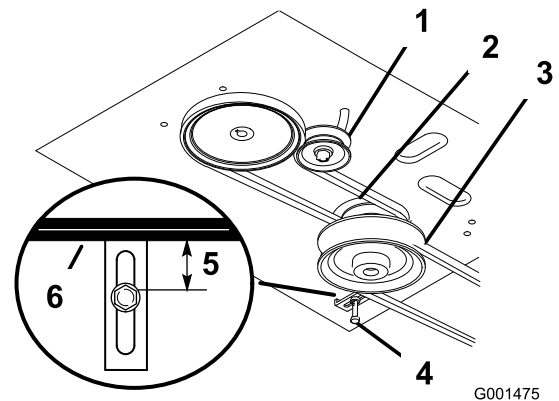

Figure 38
4. Enlevez la courroie du tablier de coupe (Figure 38).
fente et déposez la courroie de transmission du moteur et des poulies d'entraînement (Figure 38).
6. Installez la courroie d'entraînement neuve sur les poulies de moteur et d'entraînement (Figure 38).
7. Insérez la poulie de tension dans le bâti du moteur pour tendre la courroie de transmission (Figure 38).
8. Installez la courroie du tablier de coupe (Figure 38).
9. Vérifiez le bon réglage du guide-courroie sous le bâti du moteur (Figure 38).
- Vérifiez le bon réglage du guide-courroie sous le bâti du moteur (Figure 38).